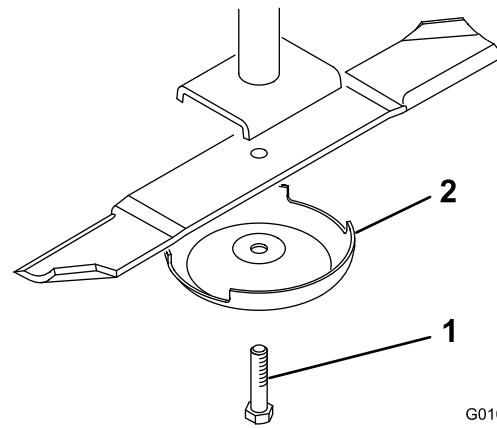

Bild 30
2. Halten Sie das Ende des Messers mit einem stark wattierten Handschuh oderwickeln Sie einen Lappen um es herum. Entfernen Sie die Messerschraube, die Antiskalpierschale und das Messer von der Spindelwelle (Bild 30).